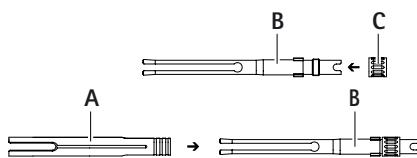

Fig. 10
- Pousser la douille extérieure A par l'avant sur la pince de serrage B, voir Fig. 10. Respecter l'orientation des fentes sur les languettes. L'extrémité cannelée de la douille de blocage doit être orientée en direction de la vis de blocage C pour une plus grande facilité d'utilisation.